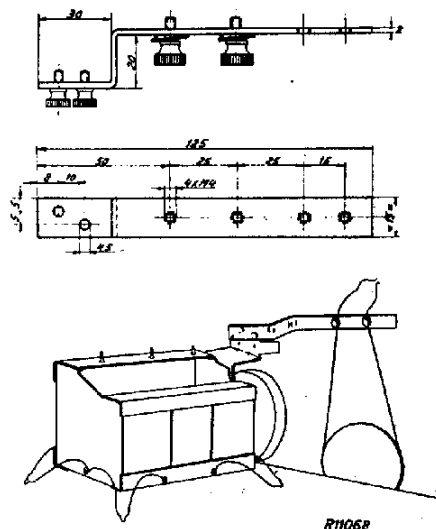

Fig. 8
5. De wijzer van de aandrijsnaar losnemen. De snaar met een gemakkelijk zelf te maken beugel (voor afmetingen zie fig. 8) op de variabele condensator vastzetten als in fig. 9 is weergegeven. Dit voorkomt onnodige moeite bij het inkasten. De aandrijsnaar van de geleidingschijven afnemen.